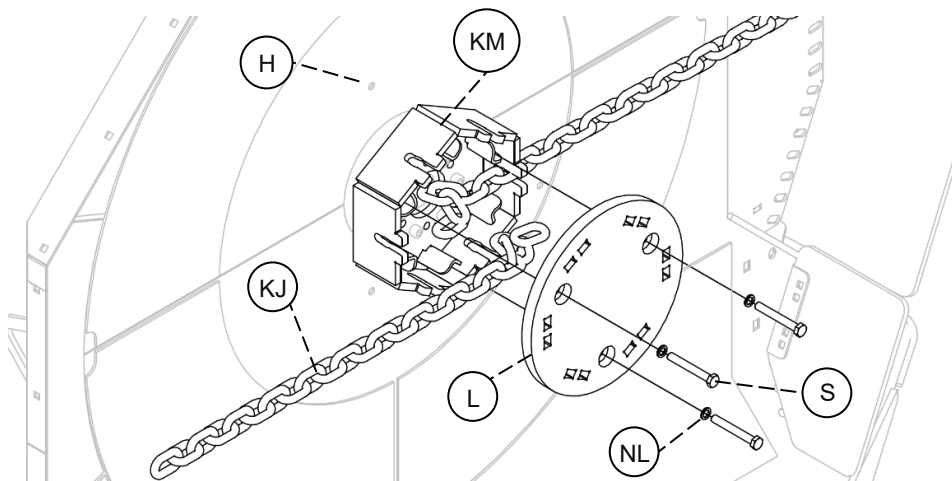

Abb. 15
1. Lösen Sie die 3 M12-Schrauben (SK) mit Schlüsselweite 19 mm und die Unterlegscheiben (NL) zur Befestigung der Abdeckung (L). Sperren Sie ggf. die Drehfunktion. Hierfür fixieren Sie die Kette (KJ), indem Sie den Schraubendreher oder ein Rohr in eine der Öffnungen (H) stecken – siehe Abb. 15.
- Demontieren Sie die Abdeckung (L) am Mulchkopf und entfernen Sie die Ketten (KJ). Nehmen Sie auch das Kettenmagazin (KM) ab – siehe Abschnitt 3.9 und Abb. 15.